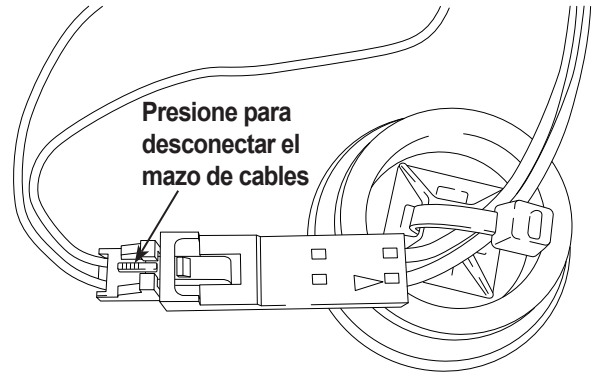

Figura 18
- Desconecte el mazo de cables del conector presionando la pestaña central. Separe los conectores. Consulte la Figura 18.